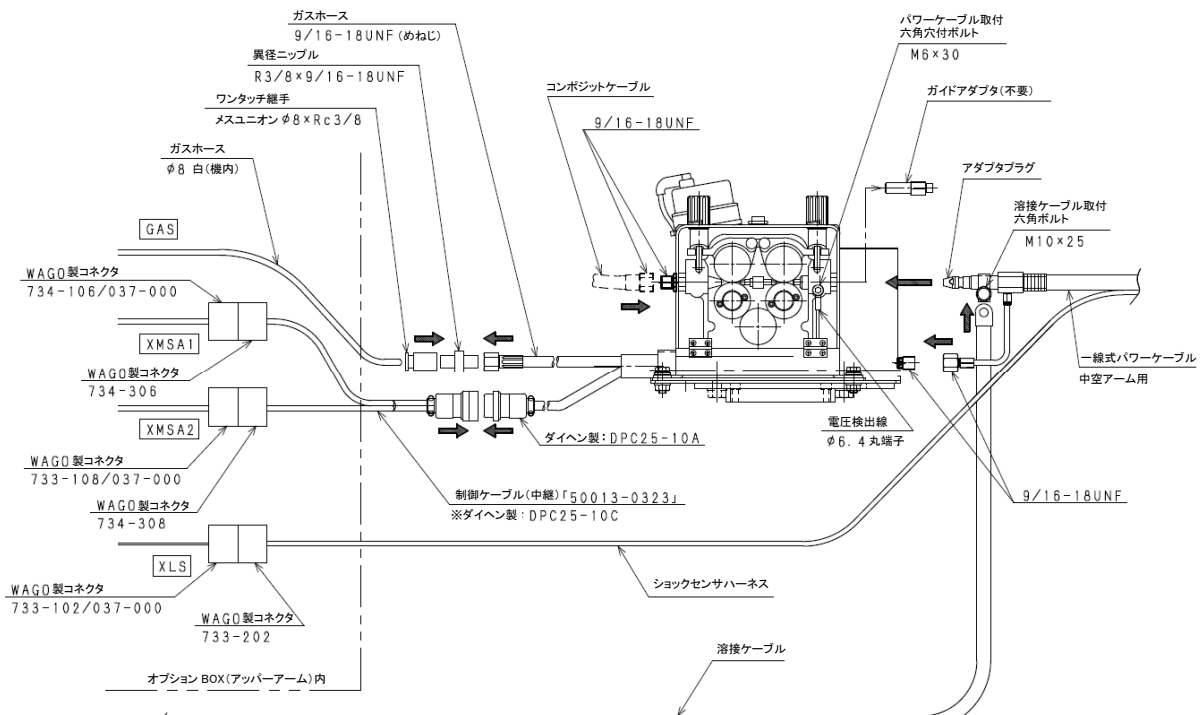

図 1.9 制御ケーブルおよびガスホースの接続 (BA006N/L)
2. 図 1.9を参考にオプションBOX内ケーブル付属のコネクタ(XMSA1, XMSA2)と制御ケーブル(中継)(オプション)を接続してください。また、オプションBOX内のガスホースを取り出し、異径ニップル(オプション)・ワンタッチ継手(オプション)を取り付け、ワイヤ送給装置のガスホースと接続してください。